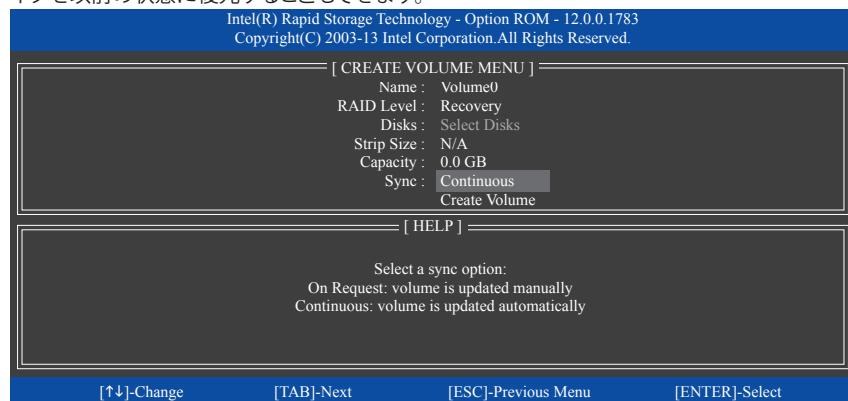

図 18
**Sync** の項目を、**Continuous** または **On Request** を選択します(図 18)。**Continuous** に設定されているとき、両方のハードドライブがシステムの取り付けられていれば、マスタードライブのデータを変更するとその変更はリカバリドライブに自動的かつ連続してコピーされます。**On Request** では、オペレーティングシステムの Intel® Rapid Storage Technology ユーティリティを使用してマスタードライブからリカバリドライブに手動でデータを更新できます。**On Request** では、マスタードライブを以前の状態に復元することもできます。